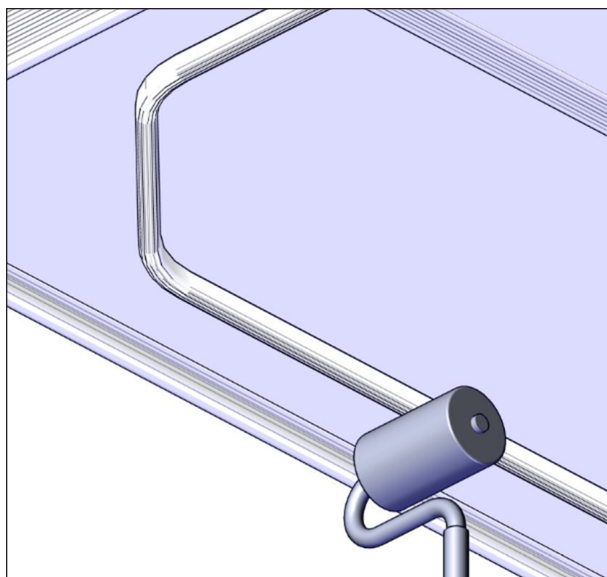

FIGURE 64: APPLICATION DE PRESSION AVEC LE ROULEAU
13. Lorsque le joint est bien dégagé des agrafes, lever le couvercle à une hauteur de 91 cm (36 po). Appliquer une pression minimale de 7 kg (15 lb) sur le joint avec le rouleau tel que montré dans la Figure 64 afin que l'adhésif adhère bien au dessous du couvercle.